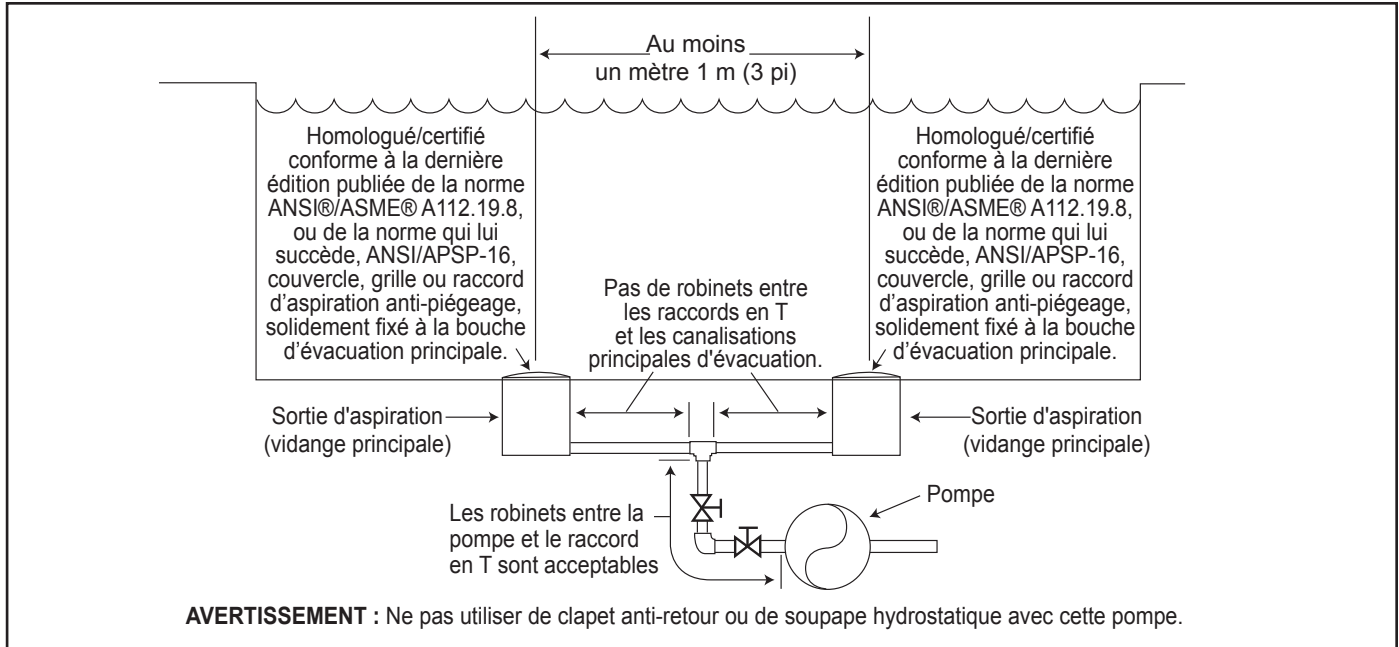

Figure 1. Nombre de sorties d'aspiration par pompe
**Nombre de bouches d'aspiration par pompe** - Fournir au moins deux (2) bouches d'aspiration hydrauliquement équilibrées, avec couvercles, en guise de bouches d'aspiration pour chaque conduite d'aspiration de pompe de circulation. Les centres des bouches d'aspiration sur toute conduite d'aspiration doivent être à au moins un (1) mètre (3 pi) l'une de l'autre, de centre en centre. Voir Figure 1.
Le système **doit** être conçu pour comprendre au moins deux bouches d'aspiration (drains) connectées à la pompe chaque fois que la pompe fonctionne. Cependant, si deux (2) bouches d'aspiration aboutissent à une seule conduite d'aspiration, cette dernière peut être équipée d'un robinet qui coupera les deux bouches d'aspiration de la pompe. Le système doit être conçu de manière à ne pas permettre une fermeture ou un isolement distinct ou indépendant de chaque drain. Voir la Figure 1.
Suivant les indications de la Figure 1, une vitesse pré-réglée « ☆ » est assignée au dispositif eStar. Par conséquent, il est prévu d'assigner une vitesse de rendement optimum de filtration, comme déterminé par l'installateur.